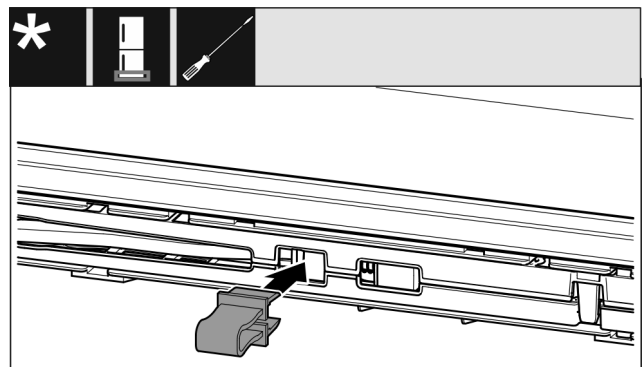

Fig. 18
- ▶ Зафиксируйте предохранитель в отверстии. (см. Fig. 18)